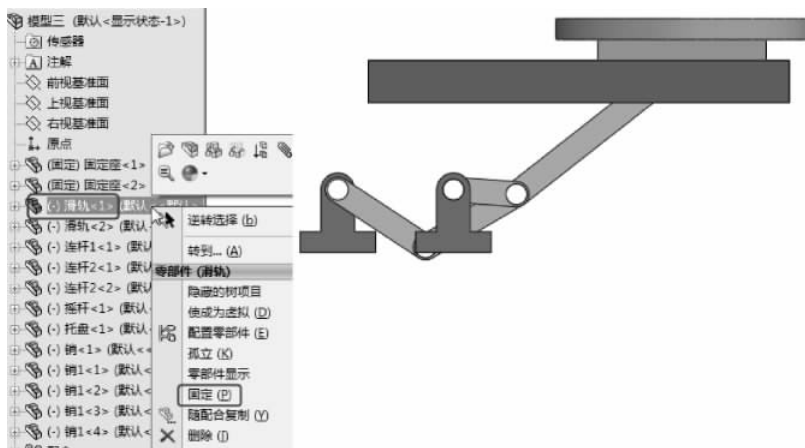

图 3-190 固定零部件
(22) 调整滑轨及其他零部件的位置,在装配体设计树中右击【滑轨<1>】,在快捷菜单中选择【固定】命令,如图 3-190 所示。